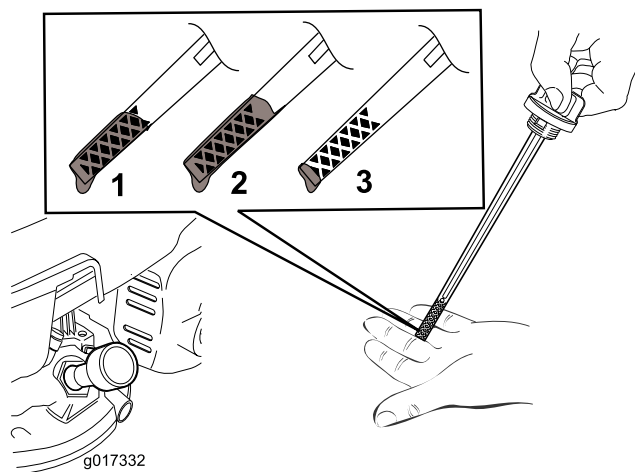

图6
- 拆下量油尺（图6）。
注意： 向发动机曲轴箱添加机油，直到量油尺显示机油油位达到 图6 中所示的正确位置。如果发动机加注机油过多，则需要按照“更换机油”一节的说明，去除多余机油。